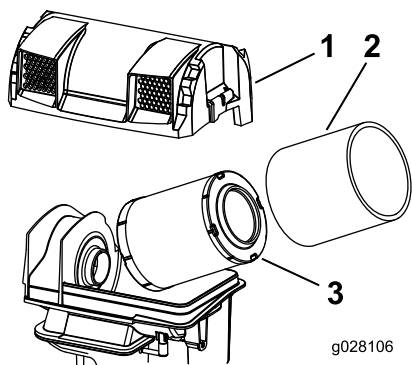

Figure 35
3. Sortez les éléments en mousse et en papier (Figure 35).
4. Sortez l'élément en mousse de l'élément en papier (Figure 35).
2. Posez les éléments filtrants sur la base du filtre à air (Figure 35).